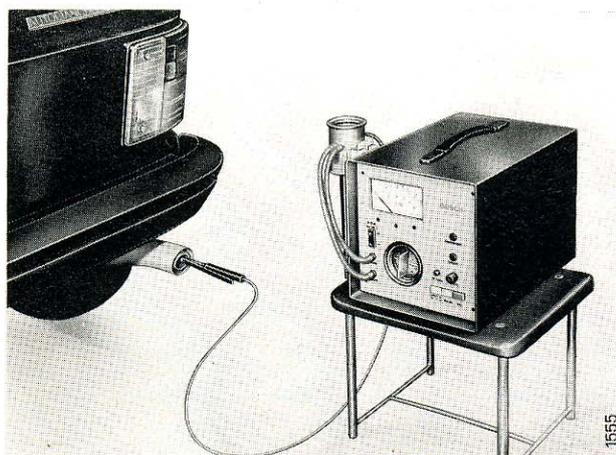

Fig. 8 - Controllo % CO
Gli attuali carburatori hanno la vite di regolazione miscela al minimo sigillata. Pertanto per la regolazione del minimo si deve agire sulla vite che regola l'apertura della farfalla. Se necessita intervenire sulla vite regolazione miscela, bisogna asportare il tappo (3) e regolare il minimo servendosi dell'analizzatore (ved. fig. 8).